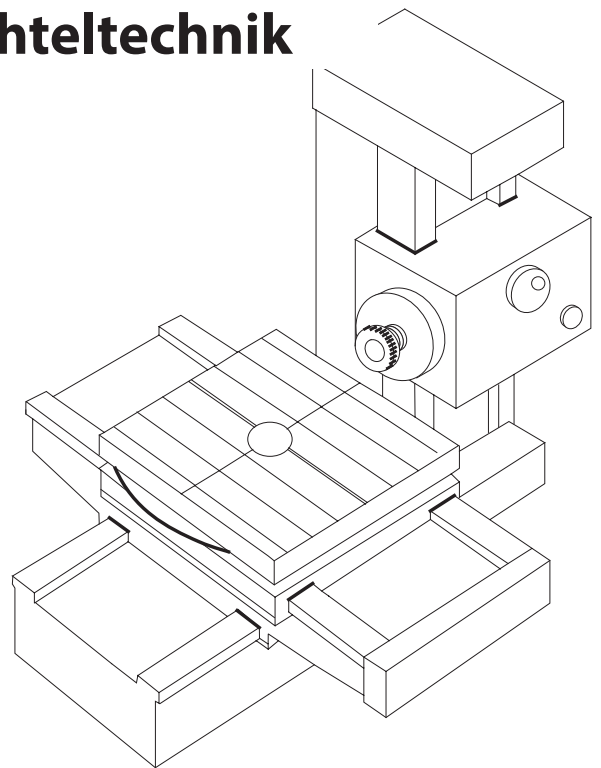

Abb. 1
1) Bei der Führung des Bettschlittens handelt es sich um zwei waagrechte Flachführungen a, eine senkrechte Flachführung b, eine senkrechte Flachführung mit Keilleiste c und zwei Untergriffe für Deckleisten d (Abb. 1).
1) Bei der Führung des Bettschlittens handelt es sich um eine Prismenführung a, eine Flachführung b und zwei Untergriffe c, d (Abb. 1).